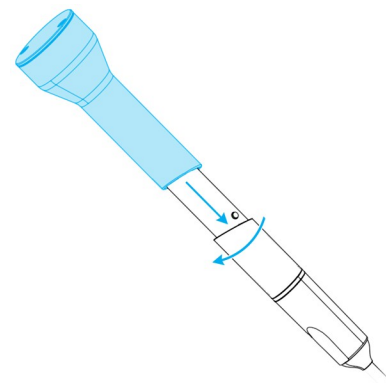

Figura 10: Folosirea manșonului de verificare a integrității
3. Glisați manșonul de verificare a integrității pe piesa de mână și rotiți-l în sensul acelor de ceasornic pentru a se bloca în poziție (*consultați Figura 10: Folosirea manșonului de verificare a integrității, p. 38*)..